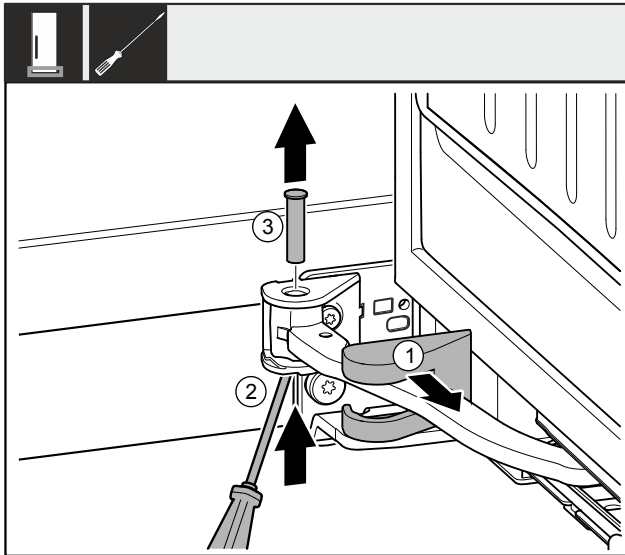

Fig. 9
- Hiqni kapakun mbulues të bazamentit mbështetës Fig. 9 (1) dhe zvendoseni përgjatë krahut të menteshës.
- Ngrini lart bulonin Fig. 9 (2) me një kaçavidë nga poshtë.
- Nxirrni jashtë bulonin Fig. 9 (3) nga lart.